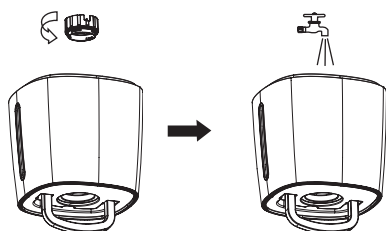

Рис. 3
2. Открутите крышку резервуара для воды против часовой стрелки и залейте воду в емкость (рис. 3). Температура воды не должна превышать 40 градусов.